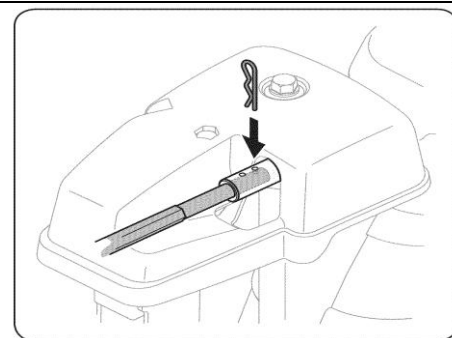

Рис. 8
8. Далее потяните тягу управления желобом в направлении панели управления, до совмещения отверстия в тяге с отверстием во входном устройстве головки управления желоба. Установите пружинный фиксатор. См. Рис. 8